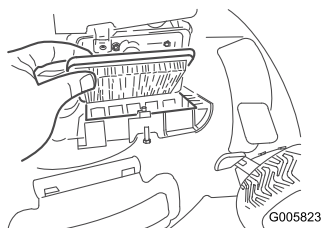

Figure 16
2. Remplacez le filtre à air (Figure 16).